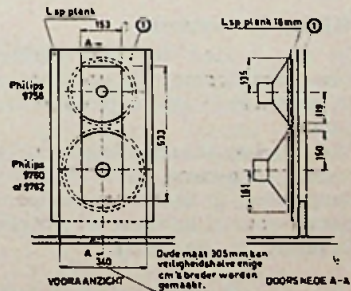

Fig. 5
Fig. 5 t/m 9 van hetzelfde RB toont de „luxe” roorn”. Hiervoor is een aparte l.s. plank nodig, waarvoor geen afmetingen zijn gegeven, omdat dit niet terzake dienende was. De plank is te zien in fig. 5 in dat nr., achter tegen onderdeel (1) aan en draagt geen nummer. Zie bijgaande schets voor de maten van deze extra l.s. plank. Onderdeel (1) kan het beste breder worden gemaakt dan in de fig. aangegeven, bv. 325 mm i.p.v. 305 mm. Met de laatste opmetingen blijft er slechts weinig „tolerantie” over in het afsluiten van de opening, dus als in nevenstaande fig. 5.